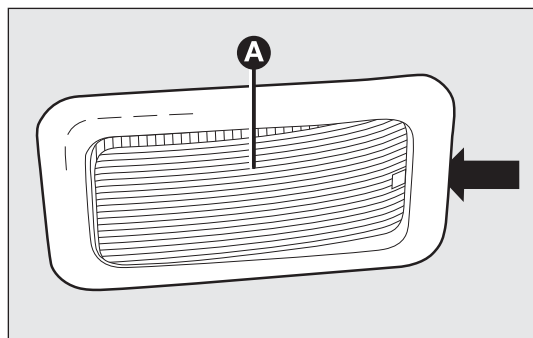

fig. 160
- mediante il cacciavite in dotazione, estrarre la plafoniera A-fig. 160 agendo nel punto indicato dalla freccia;